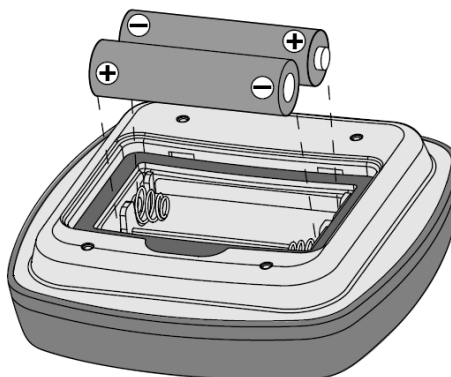

Рисунок 2-22 Ориентация батареек в пульте дистанционного управления
Отсек батареек содержит две (2) батареи типа АА. Чтобы заменить батарейки, снимите крышку батарейного отсека внизу пульта ДУ. Замените старые батарейки (смотри Рисунок 2-22) и установите крышку. Использованные батарейки утилизируйте согласно региональным нормативам и рециркуляционным планам.